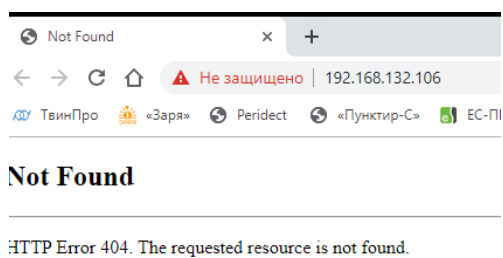

Рис. 2. Ошибка авторизации
3. Запустите ПО Biostar 2, кликнув по ярлыку на  рабочем столе. Откроется браузер с меню авторизации. Если браузер выдаст ошибку (Рис. 2), необходимо к IP-адресу ПК дописать номер порта 444 и обновить страницу. Пример: <https://192.168.132.106:444>.